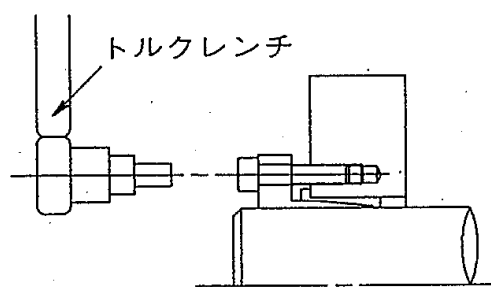

図2 取付け
5. ボスと軸との相対位置(円周上、軸線上)を決め、トルクレンチ目盛を締付トルクMA(締付トルクMAは表1を参照)の $1/4$ 程度に合わせ、締付ボルトをほぼ対角線上に順次締付けてください。(図2、3参照)